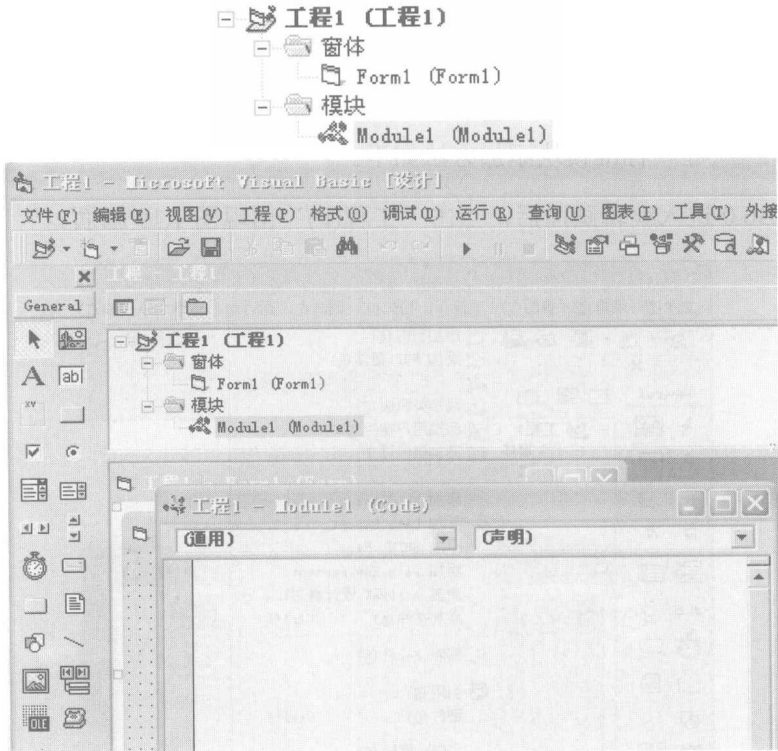

图 1.21 添写模块代码
④ 出现图 1.21 画面，并且工程 1（工程 1）增加小图标。Module1 (Module1) 如下：